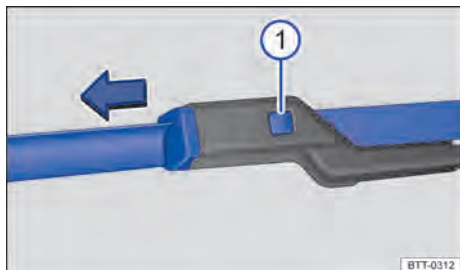

Fig. 210 Substituir as palhetas dos limpadores do para-brisa.
- Manter o botão de destravamento → Fig. 210 ❶ pressionado e, ao mesmo tempo, retirar a palheta dos limpadores do para-brisa no sentido da seta.